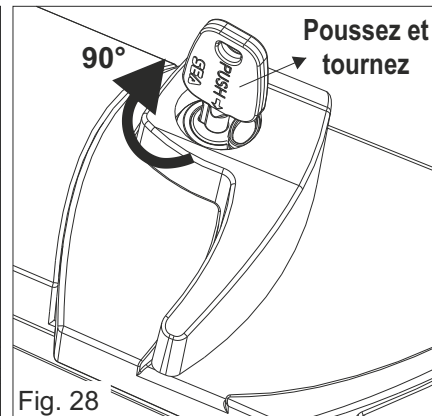

Fig. 28
- 2) Insérez la clé de déverrouillage, **poussez-la** et tournez-la à 90° dans le sens des aiguilles d'une montre (Fig. 28)